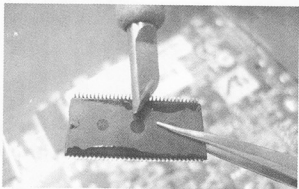

图 4-14 清理引脚
(3) 将芯片引脚上的锡尖、连锡等清理干净，如图 4-14 所示。